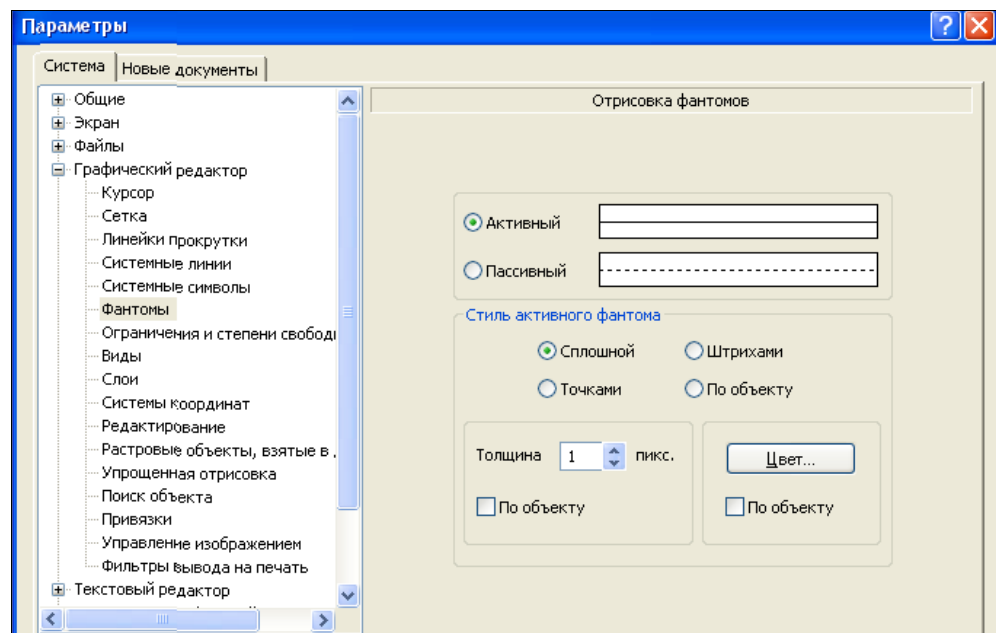

Рис. 15.11. Диалоговое окно **Параметры** с открытой панелью **Отрисовка фантомов**
- ◆ щелкните ЛК мыши по пункту **Фантомы**. В правой части появилась панель **Отрисовка фантомов** (рис. 15.11). Фантомы — это создаваемые и редактируемые объекты в тонких линиях до их фиксации. На панели может быть изменен стиль